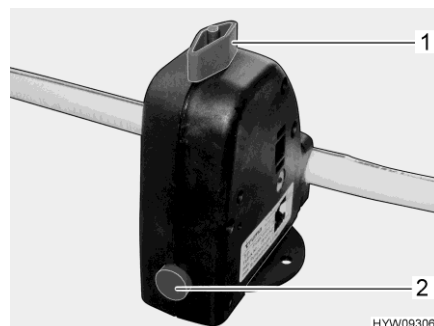

Bild 198 Sicherheits-/Ablassventil (Truma)
- Sicherheits-/Ablassventil (Truma) schließen. Dazu den Drehknopf (Bild 198,1) quer zum Sicherheits-/Ablassventil drehen und den Druckknopf (Bild 198,2) eindrücken.